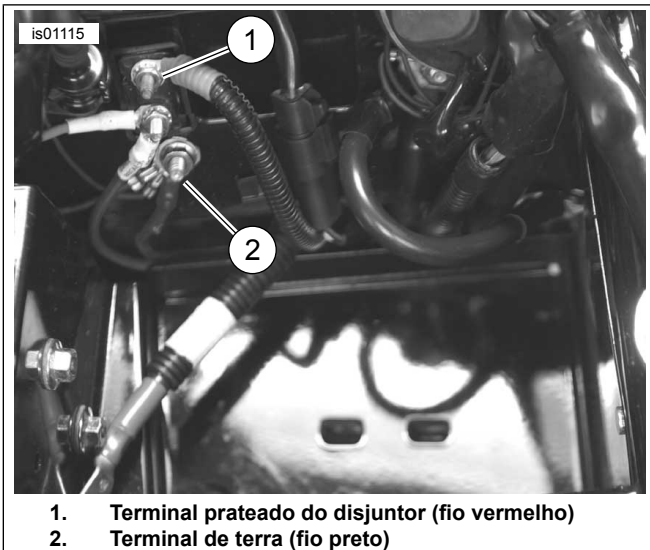

Figura 5. Ligações (com bateria removida) - Modelos Touring ano 2003 ou anteriores (2003 FLHTCU apresentado)
3. Consulte Figura 5. Corte o fio preto na cablagem do punho aquecido para aceder facilmente ao perno de terra (2) localizado por baixo do disjuntor no alojamento da bateria, por baixo do assento.